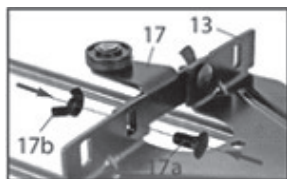

рис.7
Для фрезерования параллельно криволинейного края заготовки на параллельный упор крепится роликовая направляющая, как показано на рис.7:
- закрепить винтами (рис.7 поз.17а) и гайками-барашками (рис.7 поз.17б) роликовую направляющую (рис.7 поз.17) к упору параллельного фрезерования (рис.7 поз.13);